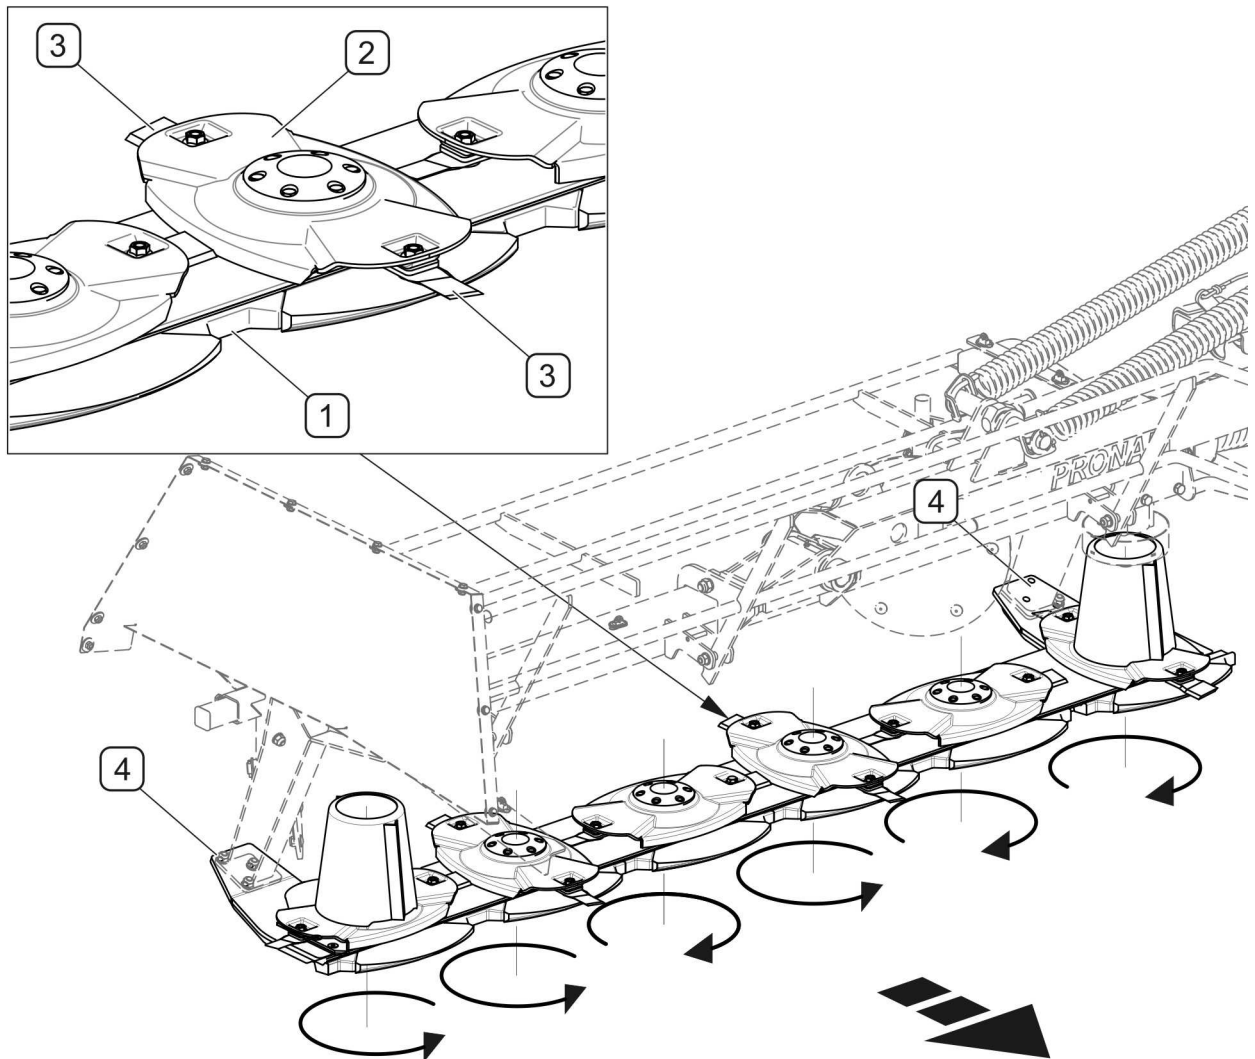

BILD 3.5A Schneidegruppe
(1)- Mähmesser; (2)- Schneidescheibe; (3)- Messer; (4)- Fuß
Schneidegruppe des Mähwerks PDT250 besteht aus Mähmesser (1), auf dem sechs Schneidescheiben (2) angebracht sind. Mähmesser ist mit dem Rahmen über Fuß (4) verbunden. Auf jeder Schneidescheibe sind jeweils zwei Schneidmesser rotationsmäßig angebracht, rechts oder links abhängig von Drehrichtung der Scheibe. Drehrichtungen einzelner Schneidescheiben werden im Bild 3.5A dargestellt